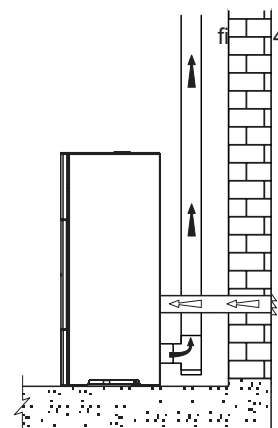

Fig. 5.6
- conectar la entrada de aire comburente de la estufa a la toma de aire a través de un conducto específico (fig. 5.6).